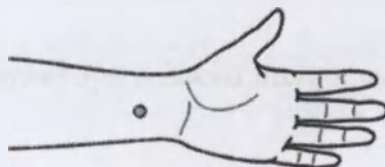

Рис. 1. Зона MC6.
• воздействие на биологически активную точку MC6 применяется для понижения артериального давления (рис.1)
Программа № 1 Давление мм.рт.ст. в диапазоне: систолическое более 130, диастолическое более 80 и разработана для воздействия на зону МС6, расположенную на внутренней стороне запястья левой руки (рис. 1), для пациентов с высоким артериальным давлением. Диаметр зоны воздействия — 10 мм. Рабочие частоты и интервалы времени стимуляции: 9.2 ± 0.3 Гц, 180 ± 30 с, 77 ± 4 Гц, 120 ± 30 с. Работа Программы № 1 сопровождается миганием символа  на экране аппарата белым цветом.